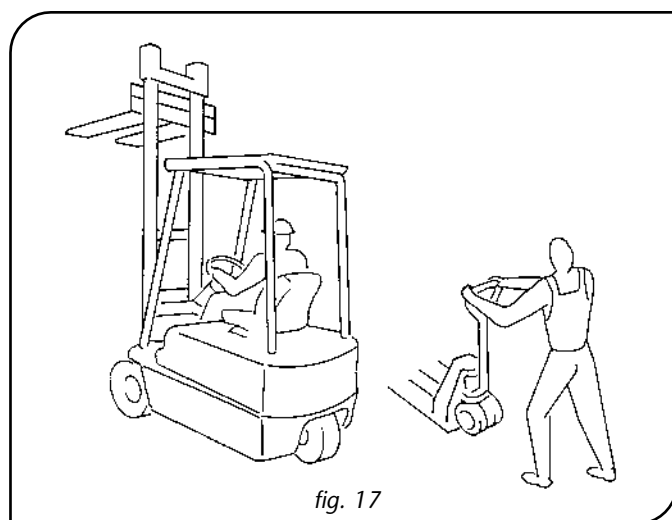

fig. 17
- chariot élévateur ou transpalette (figure 17).